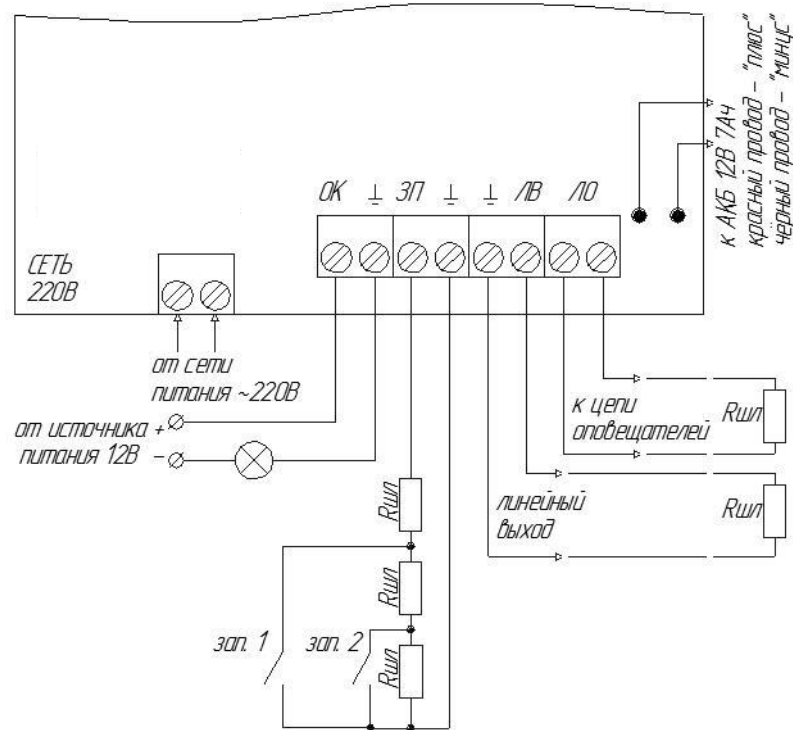

Рисунок 1. Схема внешних соединений прибора «С-КЛ»
- вход линии управления (клеммы «ЗП» и «┴») служит для включения записи №1 или записи №2, подключается к реле ППКОП или к устройства дистанционного пуска (кнопка) (см.рис.1);